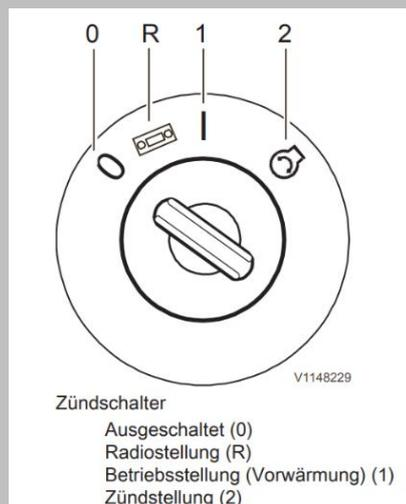

Abbildung 29: Zündschalter
2. **Zündschalter in die Startposition 2 drehen und bis zum Starten des Motors dort halten (vgl. Abbildung 29)**